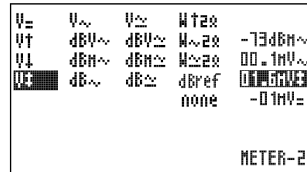

Fig 19
4. Press the cursorkeys to highlight the desired readout function for *meter2* readout. (Fig. 19)
4. Druk op de pijltoetsen voor het kiezen van de uitlezingfunctie van meter2. (fig. 19)
4. A l'aide des touches curseur choisissez la fonction désirée pour l'appareil numéro 2. (fig. 19)